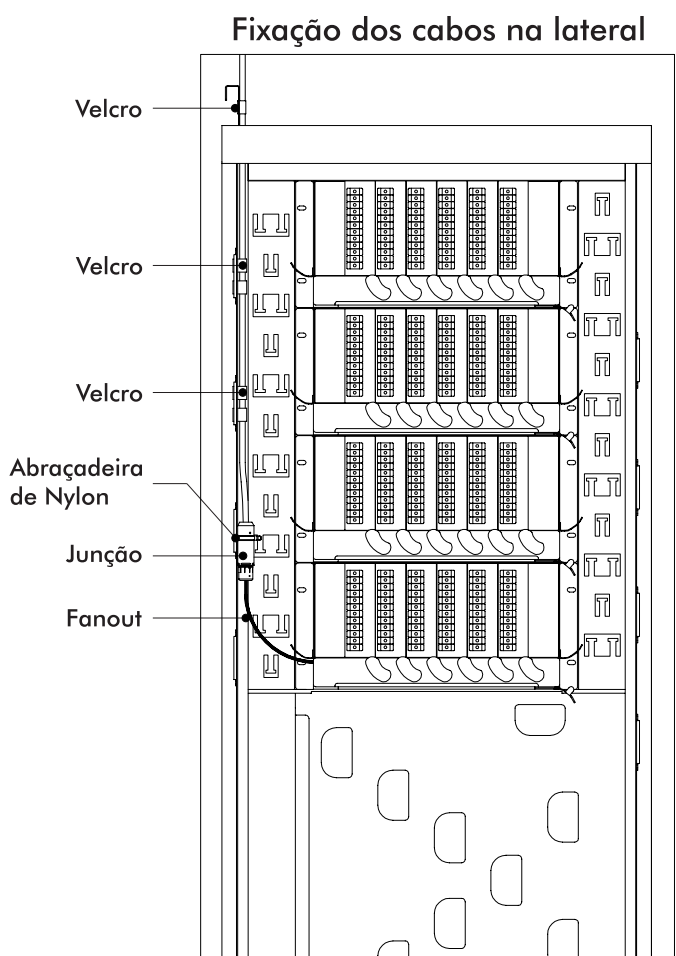

Figura 8
2. Guie os cabos Trunks – Fanouts até próximo aos Sub-Racks utilizando o suporte guia de cabos lateral do Rack FTH-620. Utilize o Velcro dupla face para a fixação durante o caminho e as abraçadeiras de Nylon de 150 mm na fixação da junção. Conforme mostrado na Figura 8.